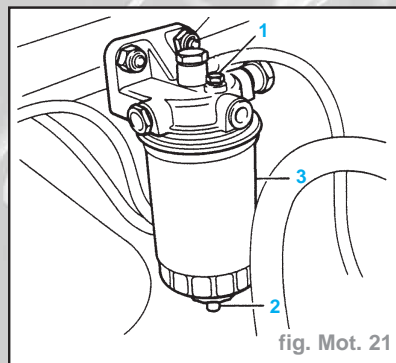

fig. Mot. 21
- Desserrer la vis de purge (1) (Fig. Mot. 21).